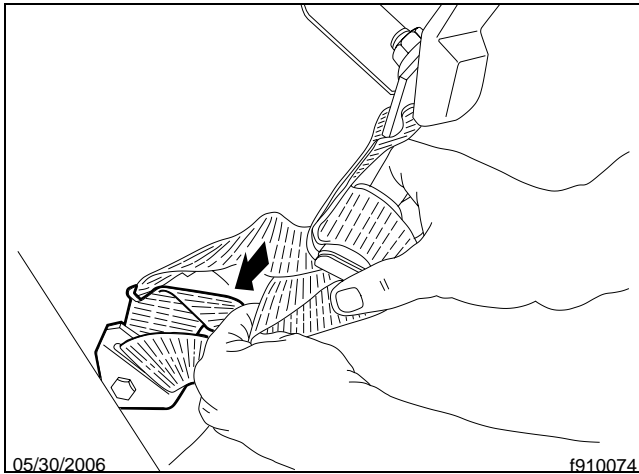

Fig. 5.16, Raccourcissement de la sangle d'attache
3. Réglez le siège à la position la plus haute de conduite. Sans poids sur le siège, serrez chaque sangle d'attache en tirant sur la sangle centrale pour en retirer tout jeu. Consultez la **Fig. 5.16**. Les sangles d'attache ne devraient pas être si tendues qu'elles limitent le mouvement des